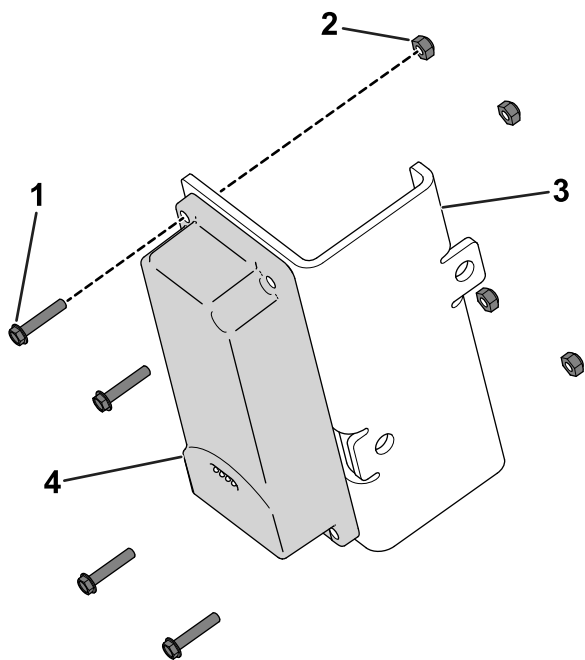

Figure 6
- Avec 4 boulons à tête hexagonale (n° 10 x 1") et 4 contre-écrous n° 10, fixez le dispositif télématique sur son support (Figure 6).